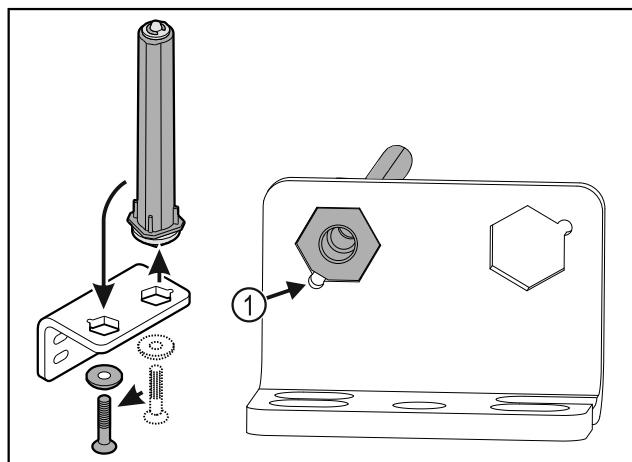

Fig. 37
- Uzmaniet, lai ieviešanas laikā tapas nošlaupums Fig. 37 (1) būtu vērstīs pret apaļo caurumu.